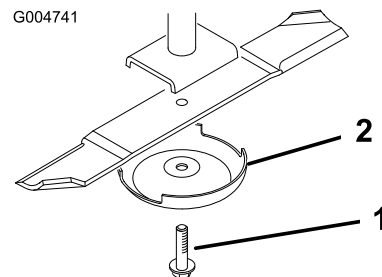

Figure 85
3. Enlevez le boulon, la coupelle de protection et la lame de l'axe de pivot (Figure 85).